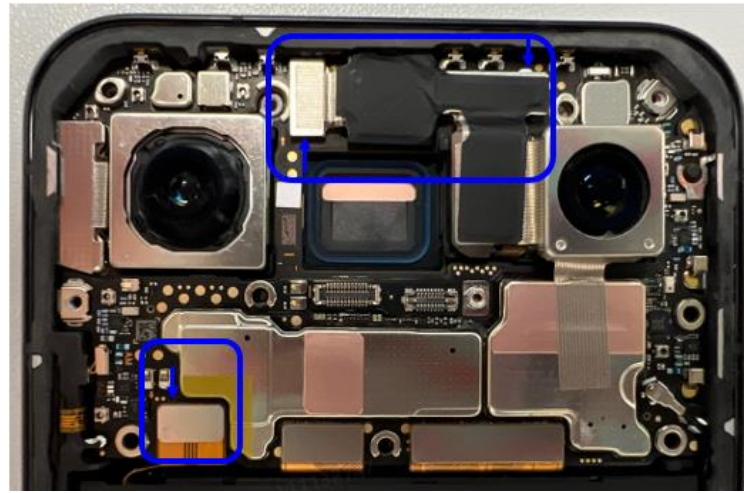

Abbildung 1
Schritt 3: Trennen Sie zuerst mit einer feinen Pinzette den BTB-Anschluss des Akkus. Trennen Sie anschließend den BTB-Anschluss der Frontkamera und heben Sie die Schutzabdeckung des BTB-Anschlusses der Periskopkamera an, wie in Abbildung 1 gezeigt. Trennen Sie alle übrigen BTB-Anschlüsse und Koaxialkabel außer denen der Hauptkamera, wie in Abbildung 2 zu sehen.